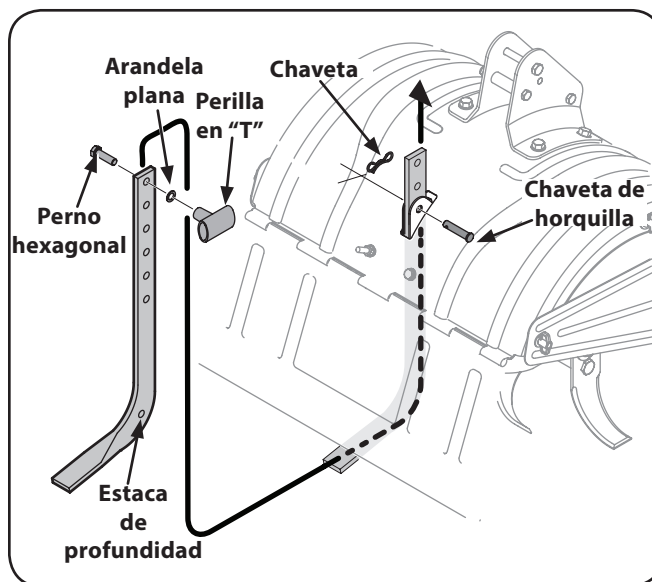

Figura 3-1
2. Desenrosque la perilla en "T" de la parte superior de la estaca de profundidad y retire la arandela plana y el perno hexagonal. Saque el broche de horquilla de la chaveta de horquilla. Vea la Figura 3-1.
5. Inserte un perno hexagonal en el orificio superior del montaje de la estaca de profundidad. Coloque la arandela plana sobre el perno hexagonal y enrosque la perilla en "T" en el perno. Ajuste bien. Vea la Figura 3-1.